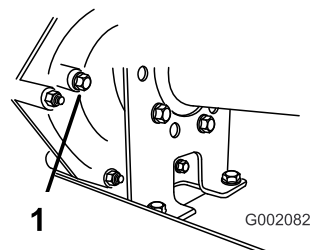

Figure 42
2. Enlevez le boulon de l'orifice indicateur de niveau (Figure 42).